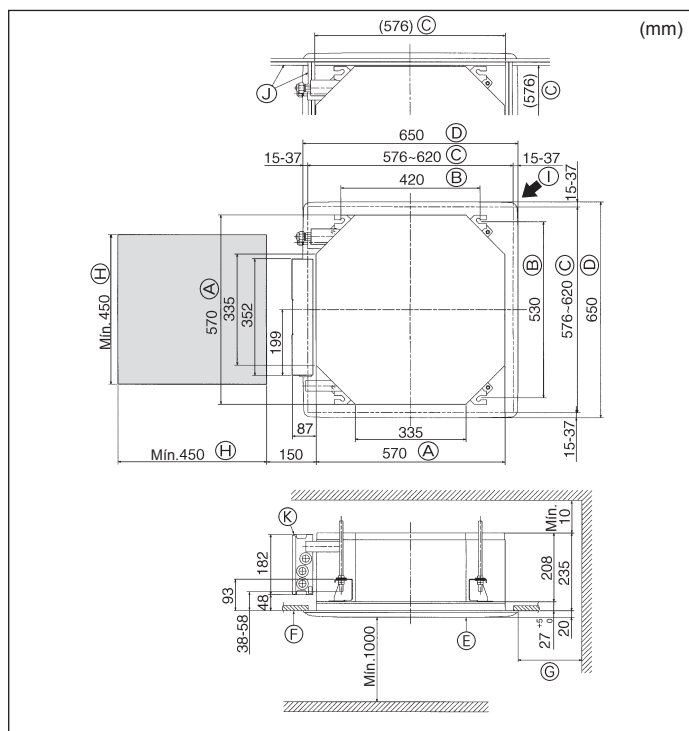

Fig. 2-2
2.2. Posizione delle aperture a soffitto e dei bulloni di sospensione (Fig. 2-2)